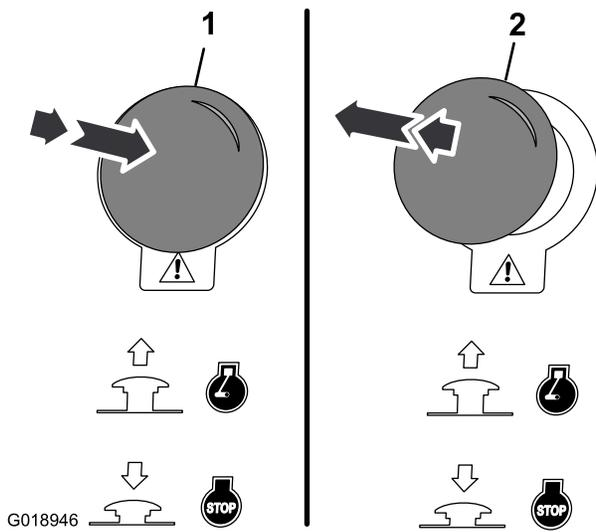

Figura 13
1. Presione hacia abajo el botón de parada de emergencia para parar la máquina inmediatamente (Figura 13).
2. Tire hacia arriba del botón de parada de emergencia para reanudar la operación normal de la máquina (Figura 13).